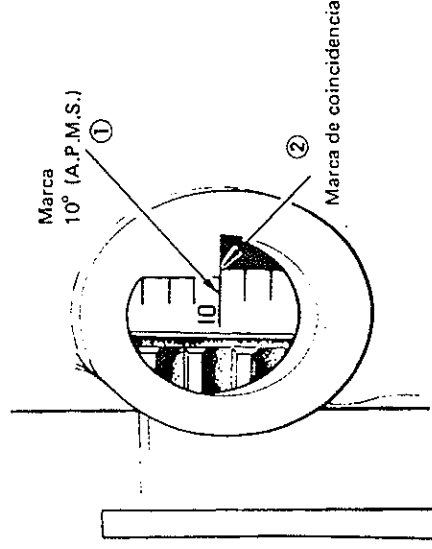

Fig. 8-17
1. Gire el cigüeñal en el sentido de las agujas del reloj (visto el motor desde delante) para que la marca "10°" (1) de reglaje de encendido (sobre el volante) se alinee con la marca (2) de coincidencia. Situada sobre la caja de velocidades (Ver Fig. 8-17).